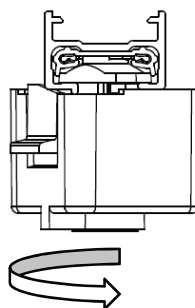

Fig. 3
2. Rotate ADAPTER 90° clockwise (Fig. 3).